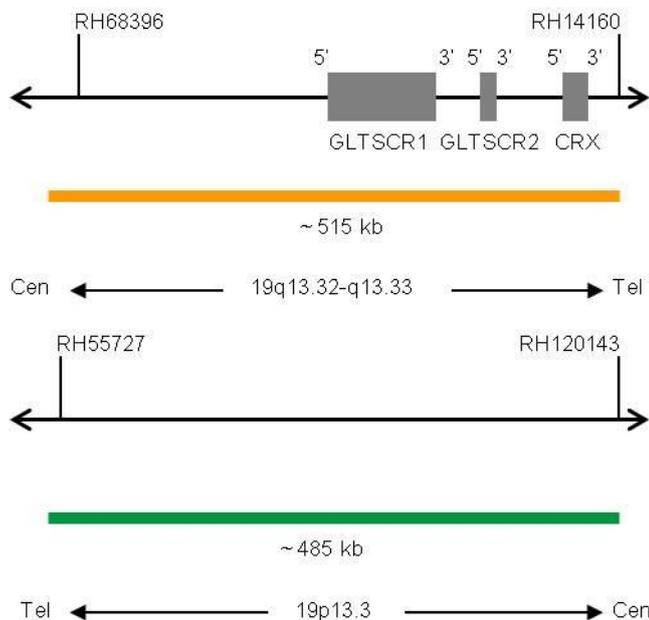

Fig. 1 : En haut : carte des sondes SPEC 19q13, en bas : Carte des sondes SPEC 19q13 (pas à l'échelle)
- Polynucléotides marqués au ZyOrange (excitation 547 nm/émission 572 nm) (~1,5 ng/ $\mu$ l), qui ciblent une séquence de 19q13.32-q13.33\* (chr19:47,857,776-48,374,564) (voir figure 1).
- Polynucléotides marqués au ZyGreen (excitation 503 nm/émission 528 nm (~10,0 ng/ $\mu$ l), qui ciblent une séquence de 19p13.3\* (chr19:658,555-1,144,465) (voir figure 1).